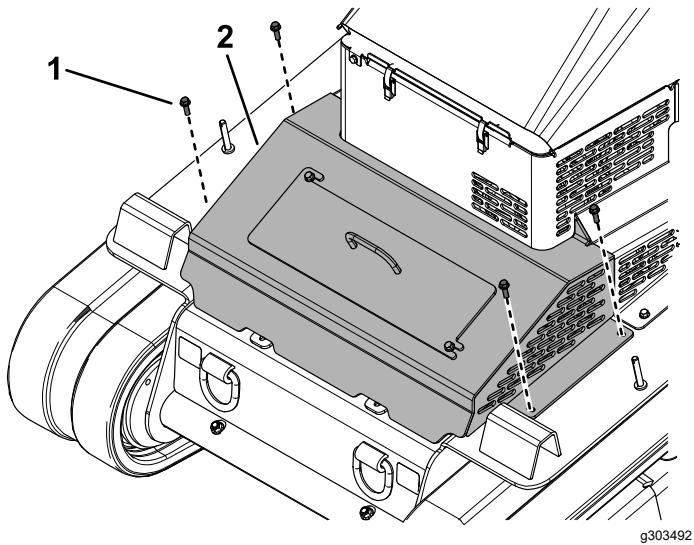

Figure 39
2. Retirez les 4 boulons qui fixent le couvercle à la machine (Figure 39).
1. Boulon (4) 2. Ensemble couvercle avant
3. Déposez l'ensemble couvercle (Figure 39).